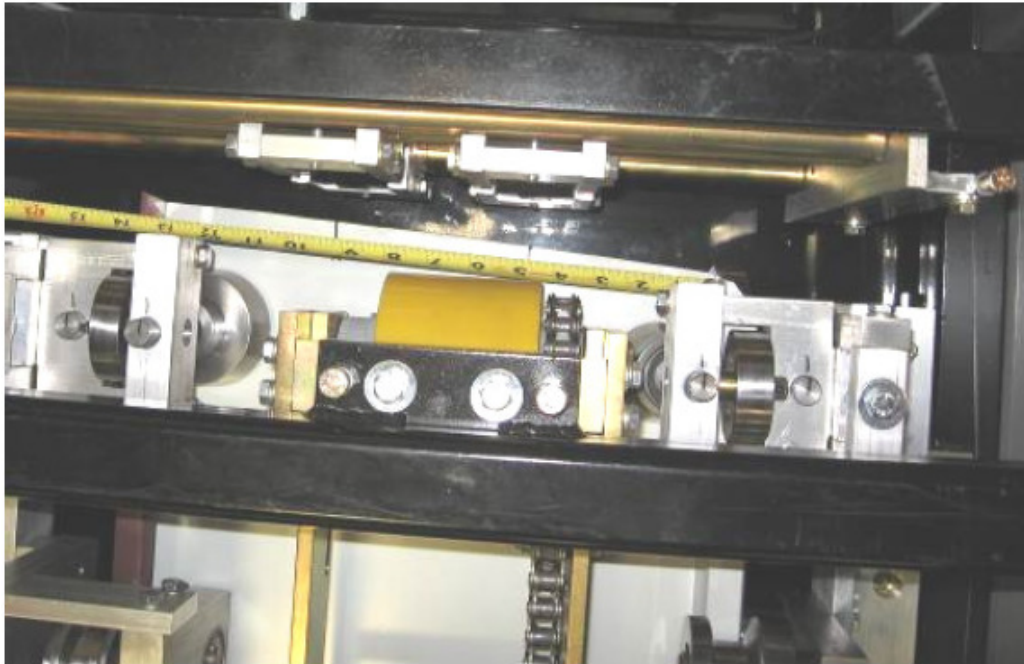

Ilustración 55: Espaciando los bead rollers.
18. Si requiere cordones en el panel, determine el espacio necesario, por ejemplo: un panel de 12" de ancho con 2 cordones en el centro del panel va a darle 3 espacios iguales o  $12'' \div 3 = 4''$  desde el centro al centro de cada cordón. Con una cinta métrica, mida desde la parte externa de la esquina de la pierna hembra. Use un marcador o lápiz de grasa para marcar los espacios 4" y 8". Ahora tiene 3 espacios iguales (Ilustración 55).